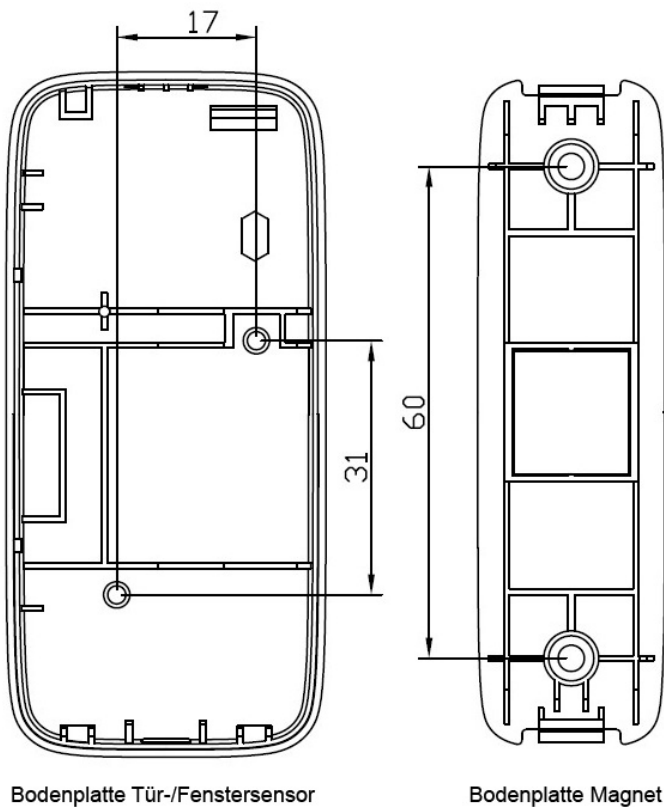

Abbildung 4-10
Schritt 2. Siehe Abbildung 4-10; bohren Sie zwei Löcher in den unbeweglichen Teil des Tür-/ Fensterrahmens und zwei Löcher in den beweglichen Teil der Tür/ des Fensters, die Sie im ersten Schritt angezeichnet haben.